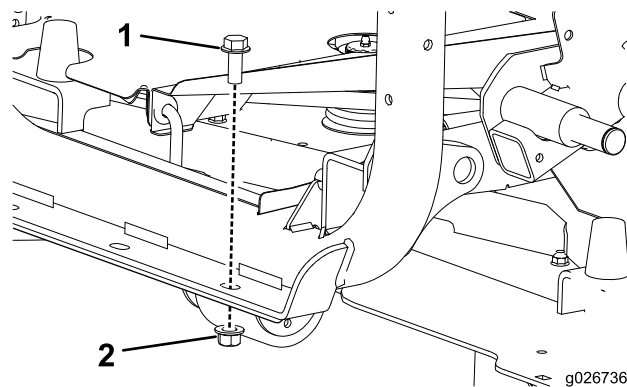

Figura 6
1. En el lado derecho de la máquina, retire la tuerca y el perno que sujetan el bastidor trasero al bastidor delantero (Figura 6).